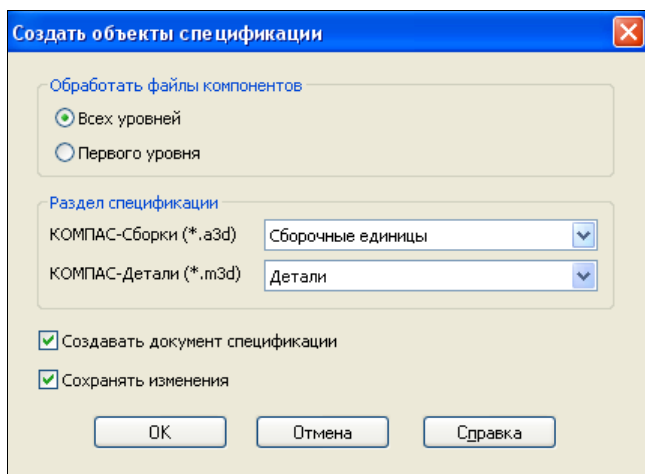

Рис. 48.4. Диалоговое окно **Создать объекты спецификации**
- ♦ из Строки меню вызовите команду **Спецификация ► Создать объекты спецификации**. Система введет на экран диалоговое окно **Создать объекты спецификации** (рис. 48.4) для установки флажков в окнах автома-
- ◆ из Строки меню вызовите команду **Спецификация ► Создать объекты спецификации**. Система выведет на экран диалоговое окно **Создать объекты спецификации** (см. рис. 48.4) для автоматического формирования объектов спецификации в деталях и подсборках текущей сборки;